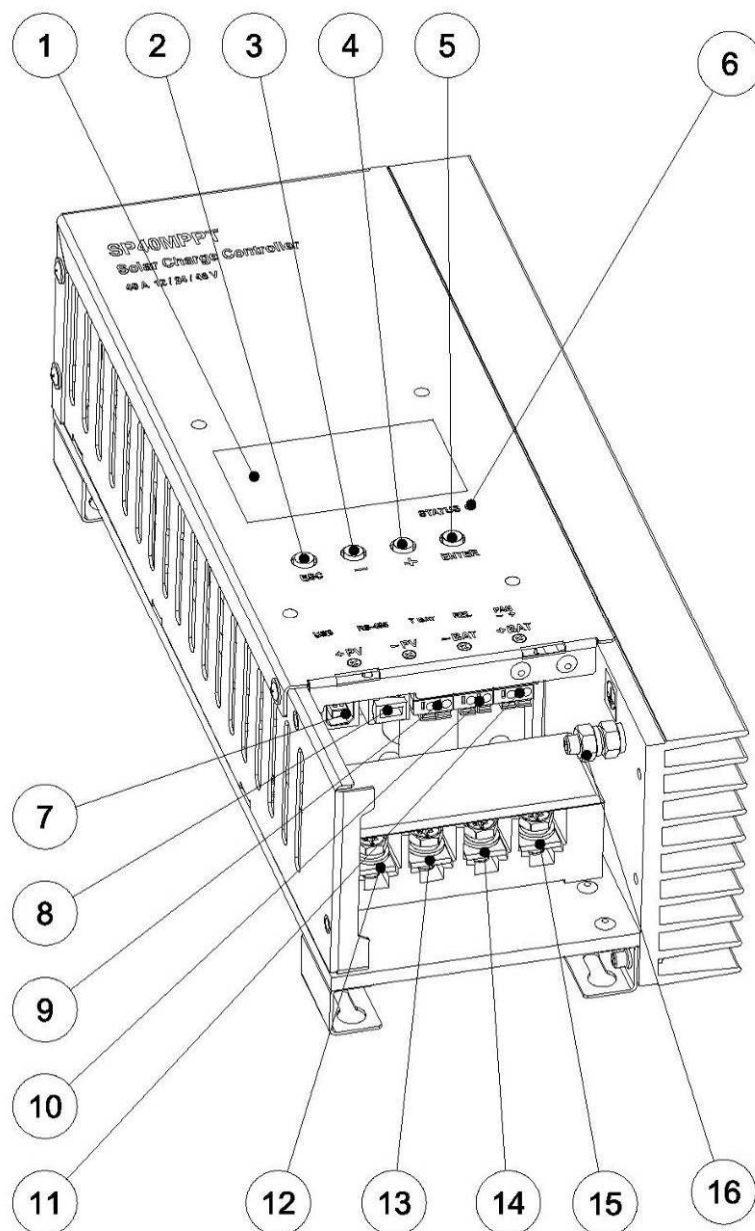

Рис. 1
5.2 Органи управління, індикатори, роз'єми (Рис. 1)